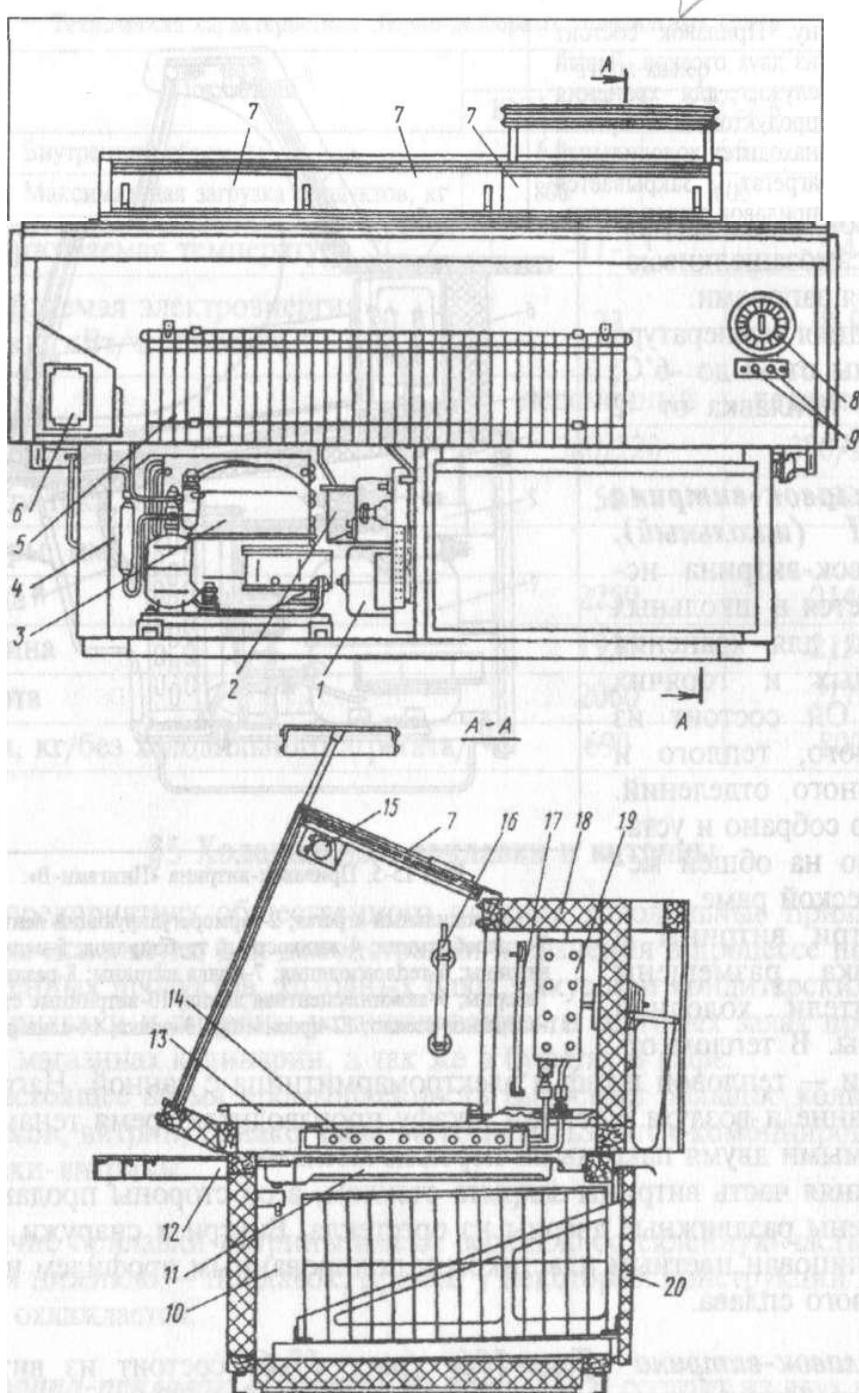

Рис. 15.6. Прилавок-витрина «Таир-106»:
3. Прилавок-витрина «Таир-106» (рис. 15.6) состоит из витрины и прилавка.